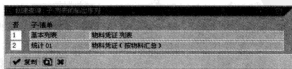

图 12-24 “创建查询：子-列表的输出序列”界面
STEP 8 在查询界面中单击“输出次序”按钮，弹出“创建查询：子-列表的输出序列”界面，如图 12-24 所示。在“否”列中填入各界面显示次序的数字。